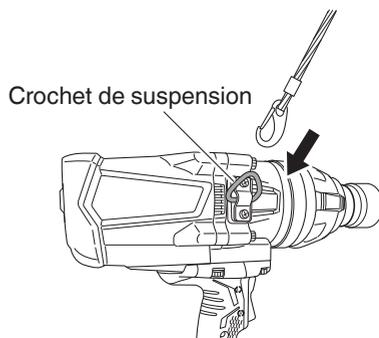

Fig. 7
**7. Utilisation du crochet de suspension (WR25SE) (Fig. 7)**